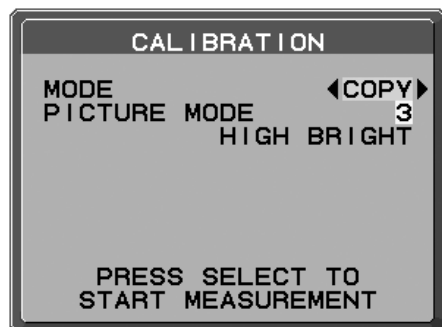

Figura C.3
2. Utilizzando "SIN." o "DEST." sul Display B, selezionare COPY (COPIA) nella selezione MODE (MODALITÀ) (**Figura C.3**)